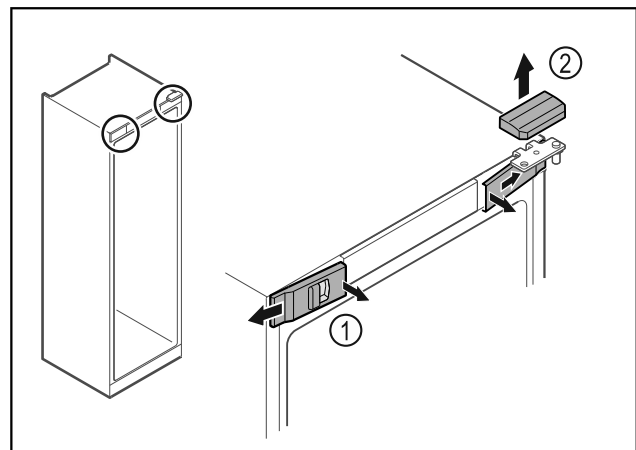

Fig. 6
- Vordere Abdeckungen Fig. 6 (1) innen ausrasten und zur Seite abnehmen.
- Obere Abdeckung Fig. 6 (2) nach oben abnehmen.